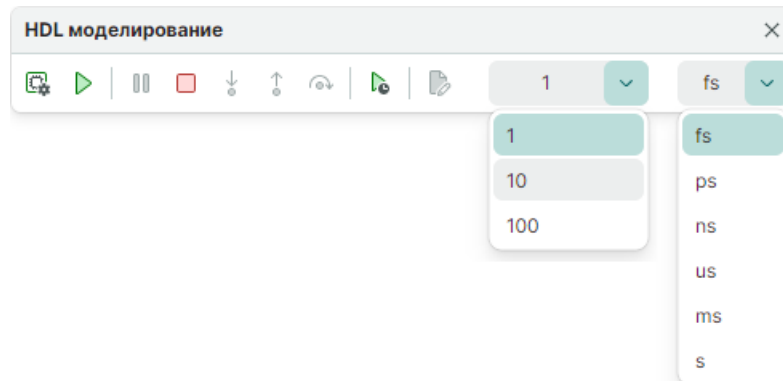

Рис. 34 Выбор параметров моделирования
2. В панели инструментов установите значение временного интервала и выберите формат времени, см. Рис. 34.